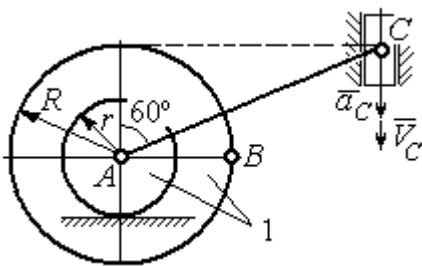

Рис. 2.16. Схема движения плоского механизма
**Задача 1.** Ступенчатый барабан 1 с радиусами ступенек  $R = 0,5 \text{ м}$  и  $r = 0,3 \text{ м}$  катится окружностью малой ступеньки по горизонтальной поверхности без скольжения (рис. 2.16). Барабан приводится в движение шатуном  $AC$ , один конец которого соединён с центром барабана в точке  $A$ , а другой – с ползуном  $C$ , перемещающимся вертикально.